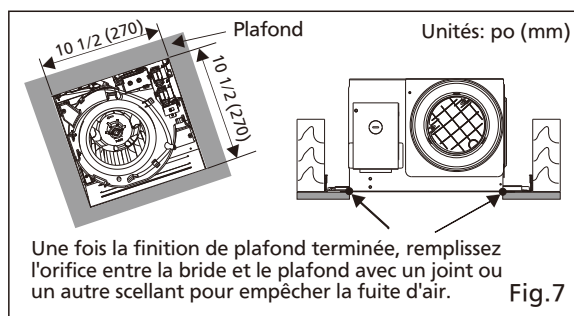

Fig.7
9. Terminez la finition du plafond. L'orifice au plafond devrait être coupé au pourtour intérieur de la bride. (Voir Fig.7)